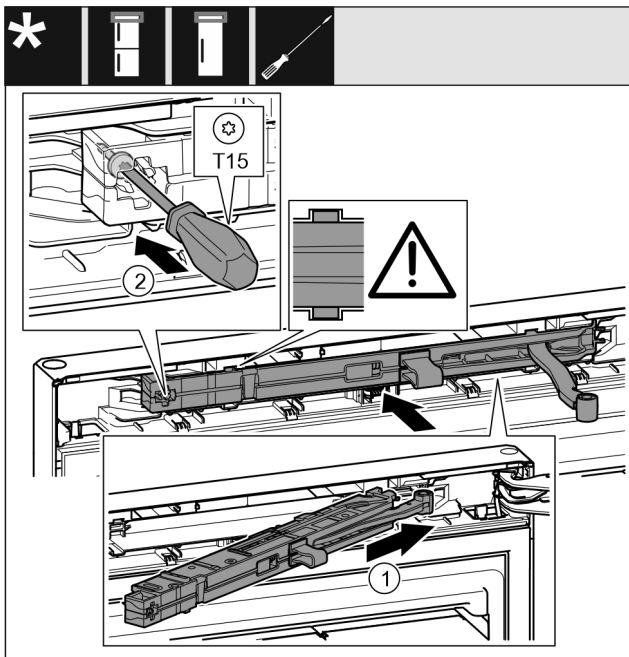

Fig. 49
- ▶ Sluitdempereenheid aan de zijde van de lagerbus tot de aanslag schuin in de uitsparing schuiven. Fig. 49 (1)
- ▶ Schroef met een schroevendraaier T15 vastschroeven. Fig. 49 (2)